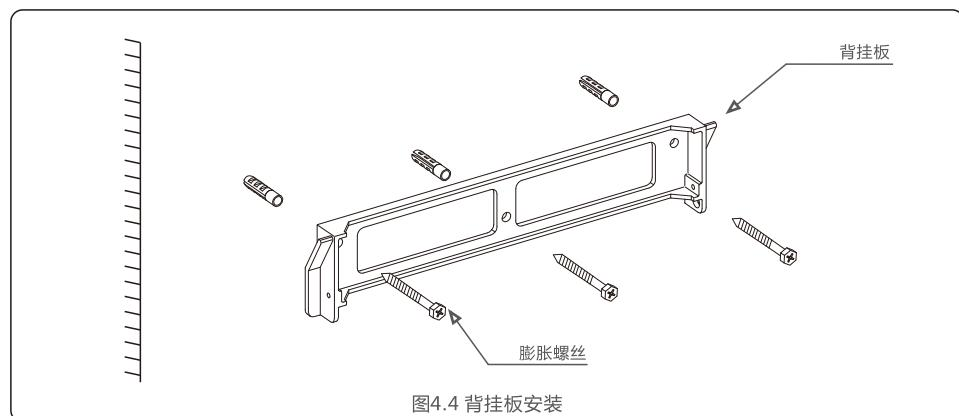
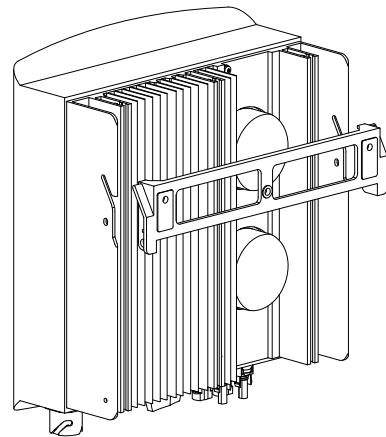

图4.4 背挂板安装
图4.5 逆变器安装
参考图 4.4 以及图 4.5 来安装逆变器。逆变器必须垂直安装。安装步骤如下：
- 确保支架是水平的，安装孔（如图4.4）是正确标记的。通过标记处钻入墙。
4. 将逆变器抬起，使得逆变器背部安装支架中的开孔，对准背挂板上部的凸起，然后缓慢将逆变器固定到安装板上，直到逆变器牢固安装后，操作人员才可松开设备（如图4.5）。